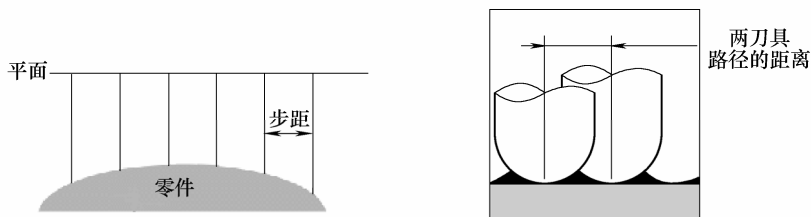

图 2-110 “Constant 2D” 示意图
- “Constant 2D”：所有刀具路径在垂直投影方向的平面上是平行且等距的，然后投影到加工区域上，形成刀具路径，如图 2-110 所示。